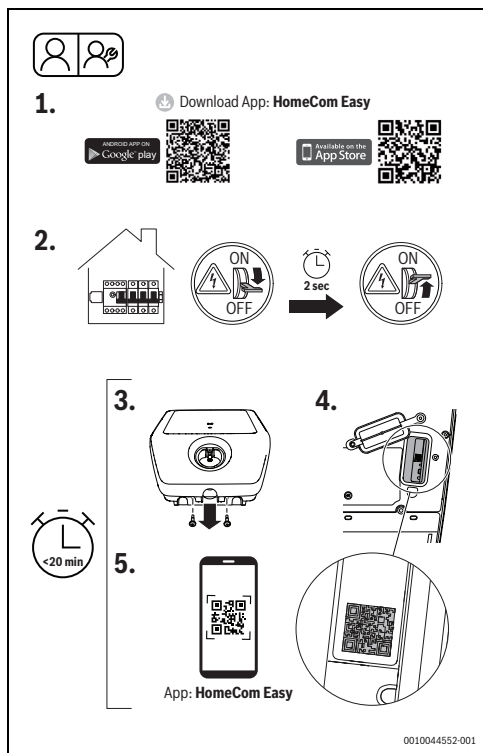

Fig. 427 HomeCom Easy
- Opiți de Power Charge 7000i pe tabloul de distribuție de la alimentarea cu energie electrică și, după aproximativ două secunde, porniți-l din nou (Fig. 427, pasul [2]).
- Desfaceți cele două șuruburi de pe capacul frontal (Fig. 427, pasul [3]).